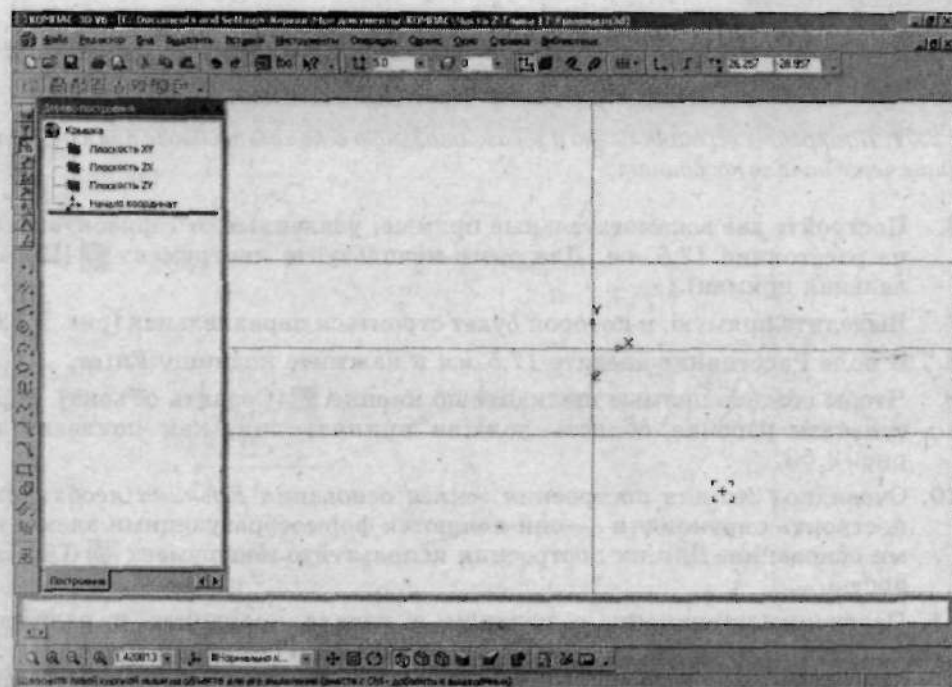

Рис. 2.53. Так выглядит рабочая область после разметки с помощью инструмента Вспомогательная прямая
9. Чтобы создать прямые щелкните по кнопке  (Создать объект). В результате рабочая область должна принять вид, как показано на рис. 2.53.